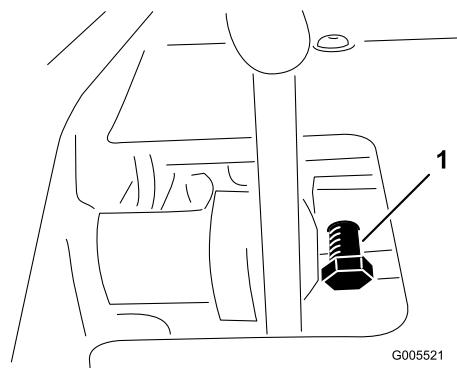

Figura 57
1. Allentate il controdado sulla vite a testa cilindrica di fissaggio del pedale (Figura 57).